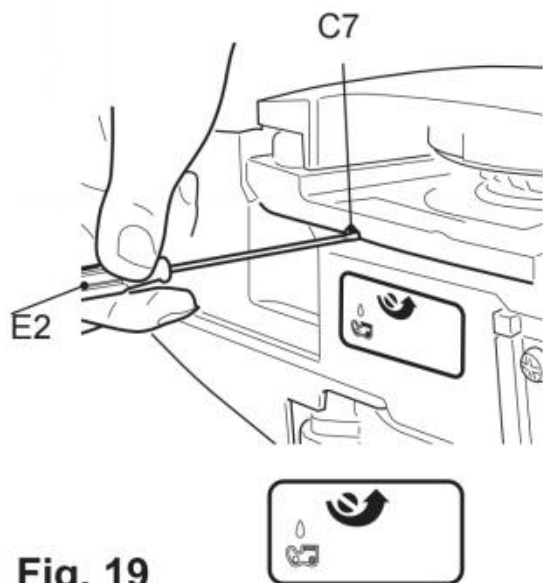

Fig. 19
4) Gire el tornillo de ajuste (C7) del engrasador en la parte inferior del producto para ajustar el flujo de aceite de la cadena con la multiherramienta (E2) (Fig. 19).